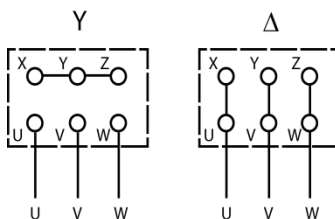

Рисунок 4.4 – Соединения по схемам «звезда» (слева) и «треугольник» (справа)
4.3.2.9 Выбор схемы соединения обмоток электродвигателя осуществляется на основе соответствия его межфазного (линейного) напряжения питания и выходного межфазного напряжения ПЧВЗ. Схема подключения и напряжение указаны на шильдике двигателя (см. рисунок 4.4).
4.3.2.9 При подключении к прибору двигателя следует сначала подключить заземляющий кабель к клеммам на корпусах АД и ПЧВЗ « $\perp$ » или «РЕ», затем присоединить провода к клеммам U, V и W клеммного блока «MOTOR», расположенного на нижней поверхности прибора (по схеме «звезда» или «треугольник»), и затянуть клеммы (см. рисунок 4.4).